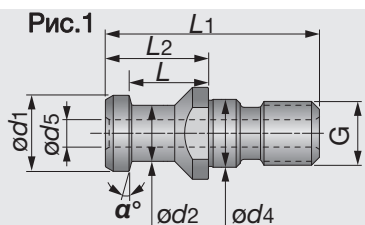

Рис. 2
- Рис.2: С отверстиями для СОЖ или без них и внешним уплотнительным кольцом.